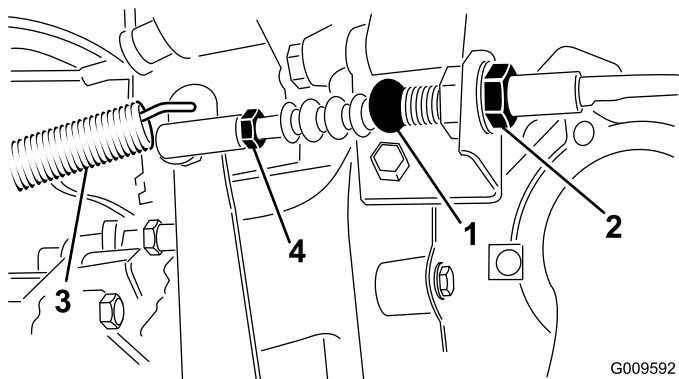

Figura 69
1. Allentate i controdadi che fissano il cavo della frizione alla staffa sul cappuccio del volante (**Figura 69**).